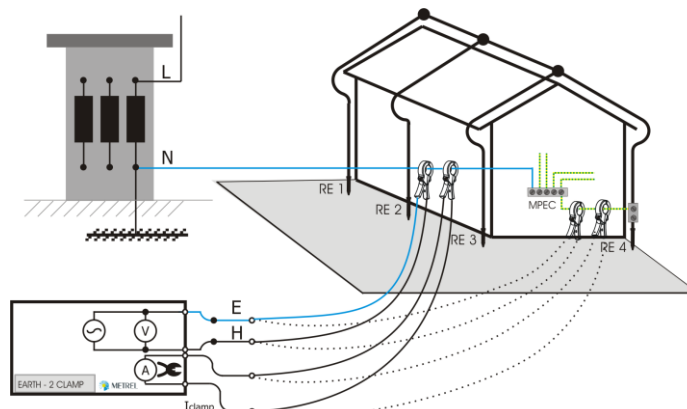

Abbildung 2-58: Messung des Widerstands eines Objekts zu Erde mit zwei Stromzangen in einem TN System
- Anwendbar zum Messen des Erdungswiderstandes in TN-Erdungssystemen (Abbildung 2-58).